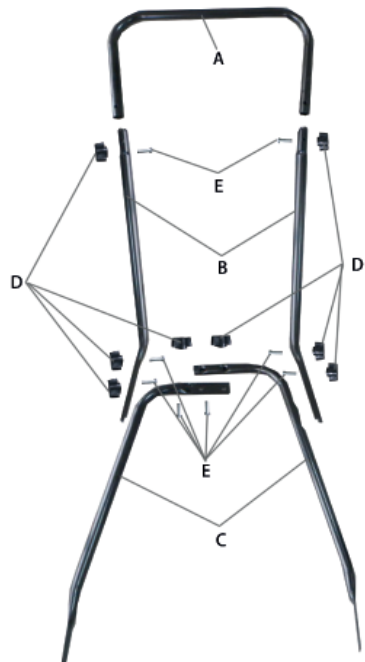

Рис.2 Монтаж рабочей рукоятки
2. Проверьте составные части (Рис. 2) в соответствии со списком.
6. Вставьте две центральных части В (Рис.2) в левую и правую стороны верхней части рукоятки А (Рис. 2). Закрепите их с помощью двух болтов Е
и гаек D (Рис.2).
7. Совместите отверстия на центральных частях с отверстиями на нижней части рабочей рукоятки и закрепите их комплектами болтов E и гаек D (Рис.2).